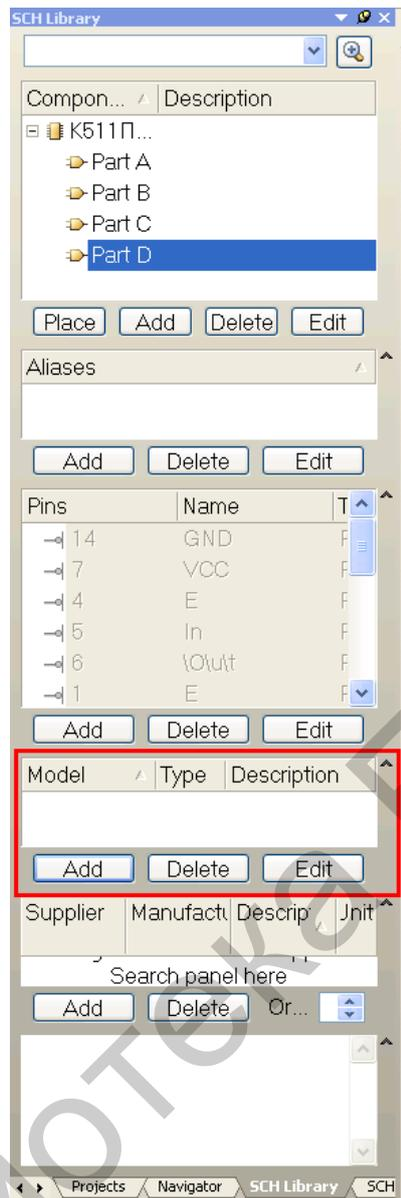

Рис. 24. Окно подключения модели
1. Щелчком левой кнопки мыши по кнопке Add в поле моделей плавающей панели SCH Library (рис. 24) активизировать процедуру присоединения модели. Открывается диалоговое окно Add New Model, в нашем случае следует указать тип модели – Footprint.